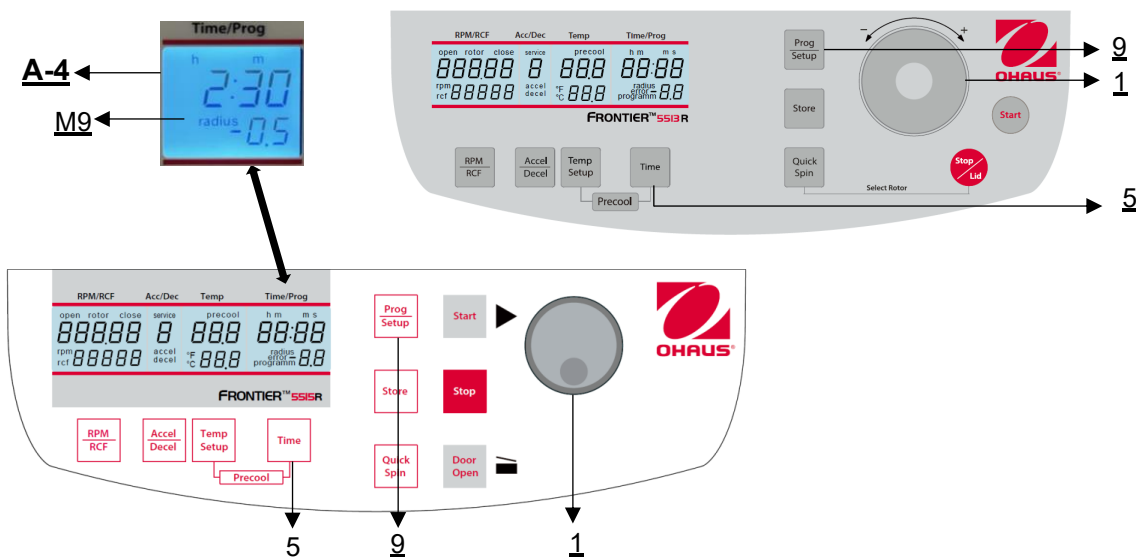

Figura 17
Per prima cosa, chiudere il coperchio della centrifuga, quindi premere contemporaneamente il tasto **"Tempo"** (5) e il tasto **"Prog/Setup"** (9) e tenerli premuti (vedere Figura 17).